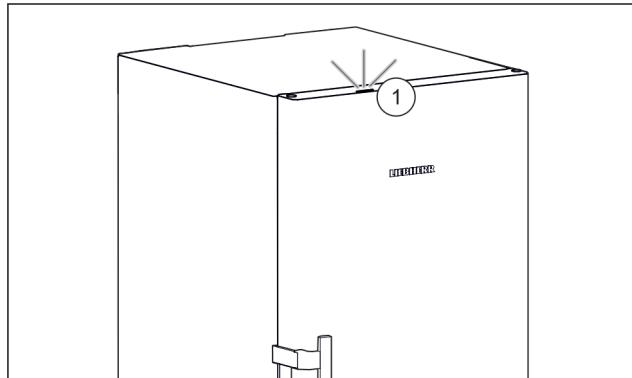

Fig. 27 Активне підсвічування станову, коли дверцята зачинено
- Підсвічування станову Fig. 27 (1) активовано.